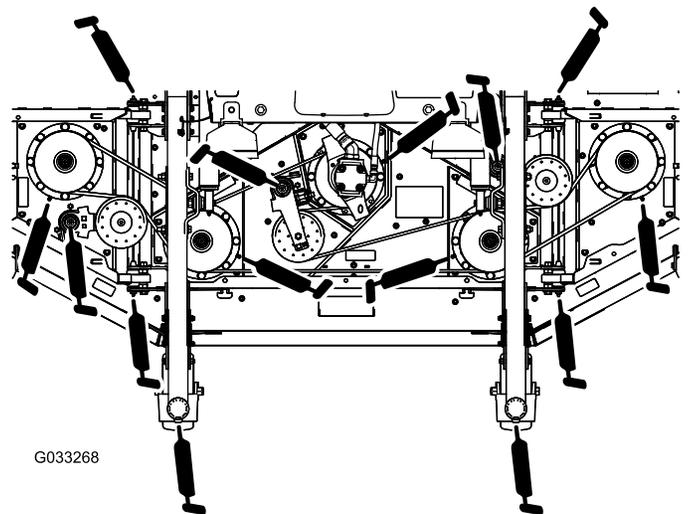

図 72
- キャスタフォークのシャフトのベアリング2ヶ所 図 72
- スピンドルシャフトのベアリング5ヶ所スピンドルハウジング 図 72
- アイドラームのピボットのブッシュ3ヶ所アイドラピボットのシャフト 図 72
- ウィングレットデッキのブッシュ4ヶ所ウィングレットのピボットピン 図 72